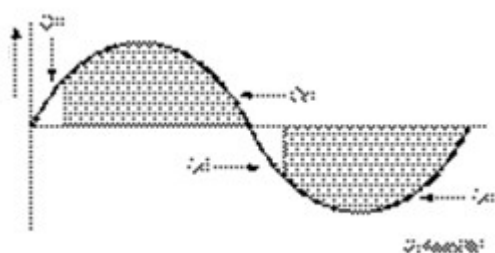
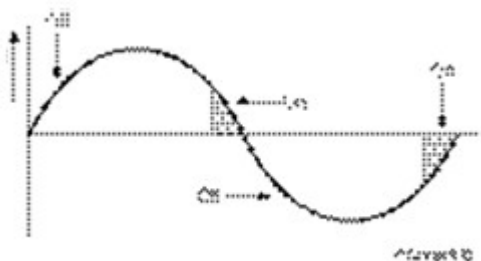

图 1. 前沿型-调光器最大位置
图 2. 前沿型-调光器最小位置
调光器分为两类：前沿切相型和后沿切相型。见图 1。
- 前沿切相调光器，就是在电源半周期开始时切相。经过了与调光位置相对应的一段时间后，开关才导通为负载供电直至半周期结束。经过零点后，重复相同操作。见图 1 和图 2。